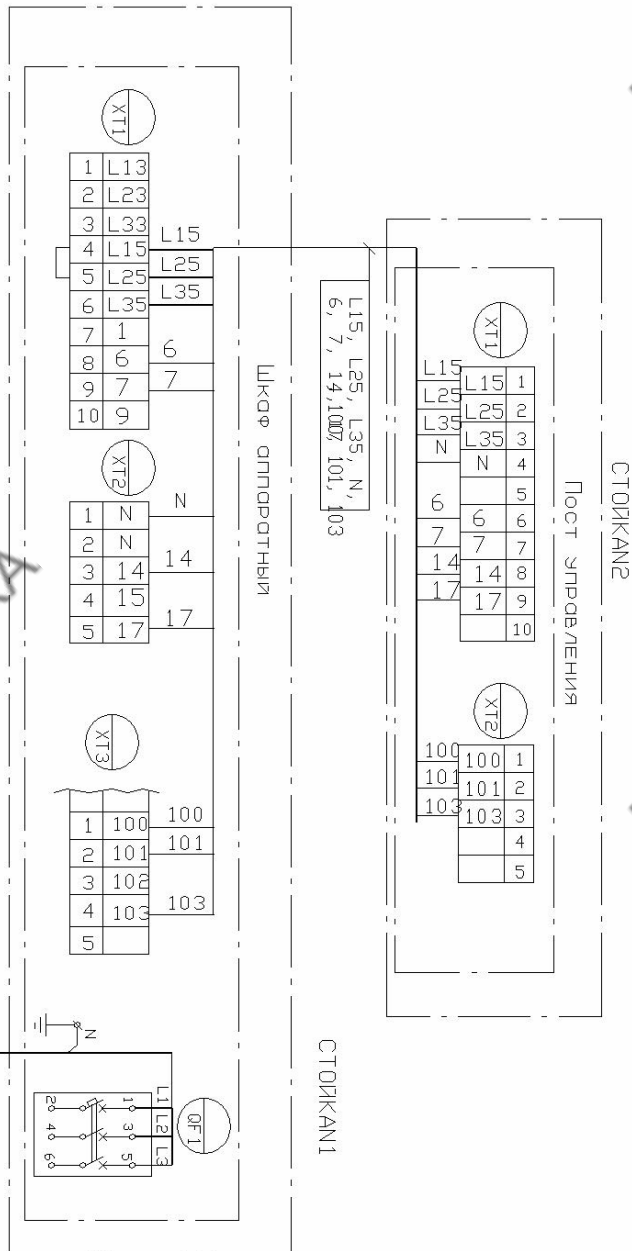
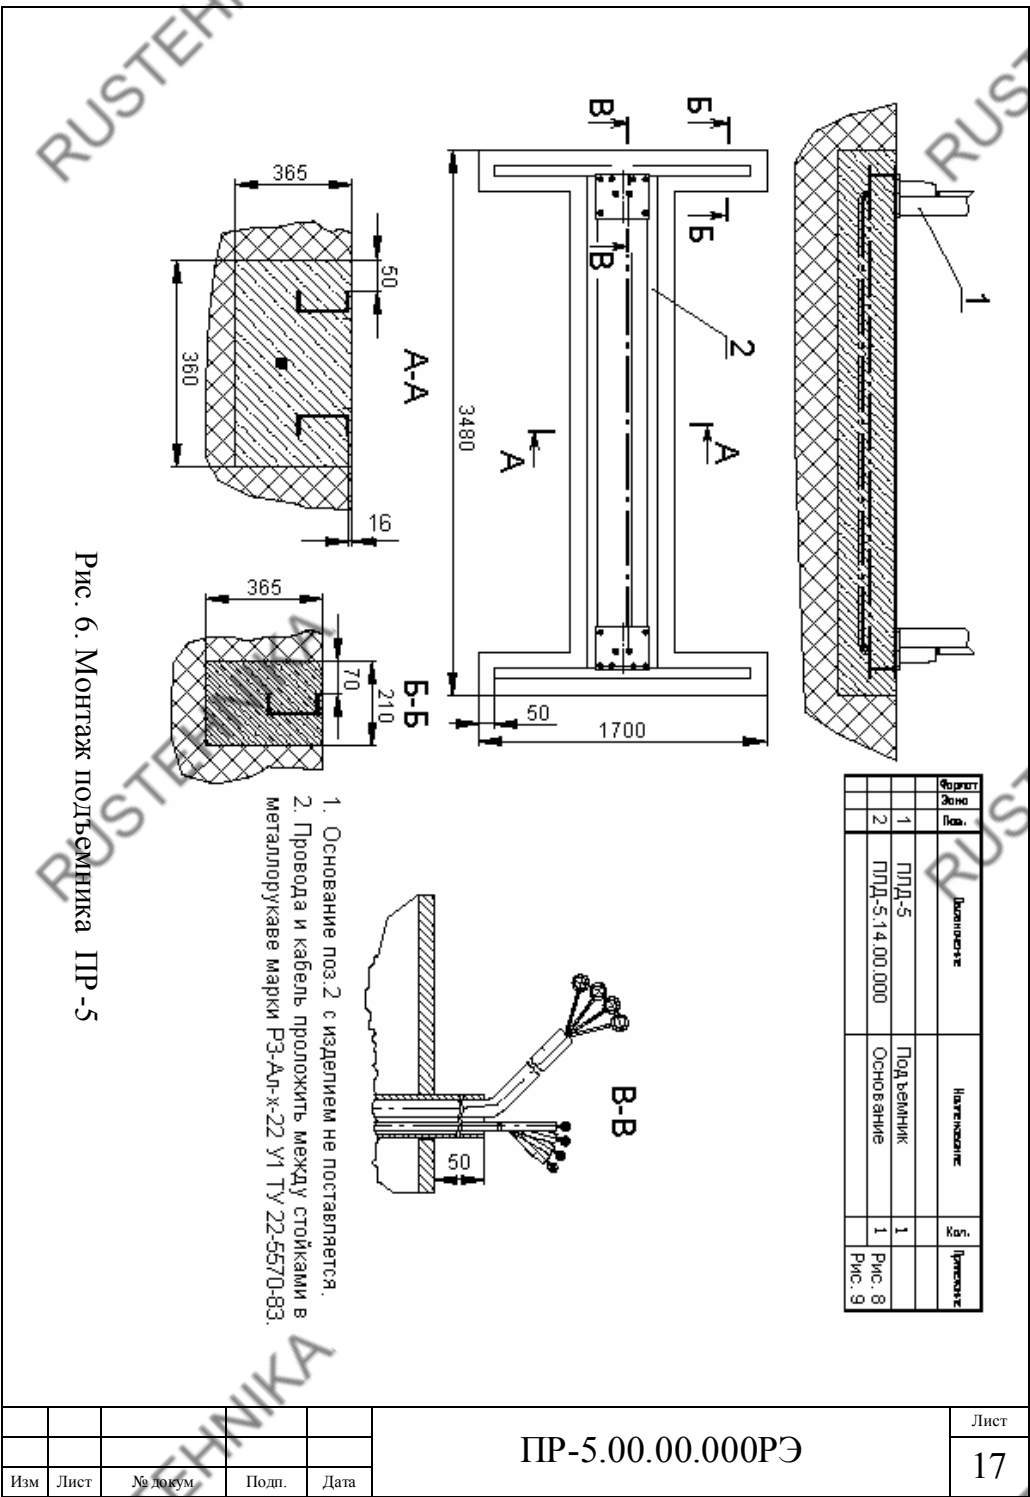

РИС. 5
Рис. 6. Монтаж подъемника ПР-5
Схема электрическая соединений приведена на Рис.5.
6.1.2. В соответствии с монтажным чертежом, приведенном на Рис.6, выполнить все прямки необходимые для монтажа основания.
6.1.7. Выполнить электрический монтаж и подключить шкаф аппаратный к внешней электрической сети в соответствии со схемой электрической соединений (см. Рис. 5) и монтажным чертежом на Рис. 6. Для подключения шкафа аппаратного к внешней электрической сети рекомендуется применить Кабель КГЗх2,5+1х1,5 ТУ 16.К73.05-88.